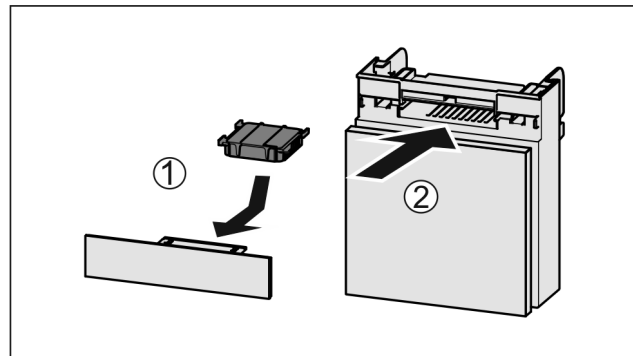

Fig. 40
- Установите фильтр с активированным углем, как показано на рисунке Fig. 40 (1).
- Вставьте отделение Fig. 40 (2).